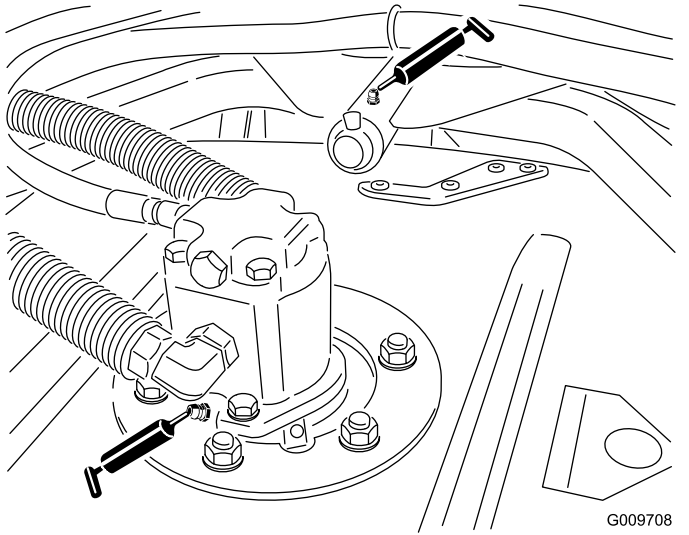

図 40
- 図40に示す、スピンドルシャフトのベアリングカッティングユニット1台に2ヶ所
- 図40に示す、刈り込みデッキのキャリアアームのブッシュカッティングユニット1台に1ヶ所